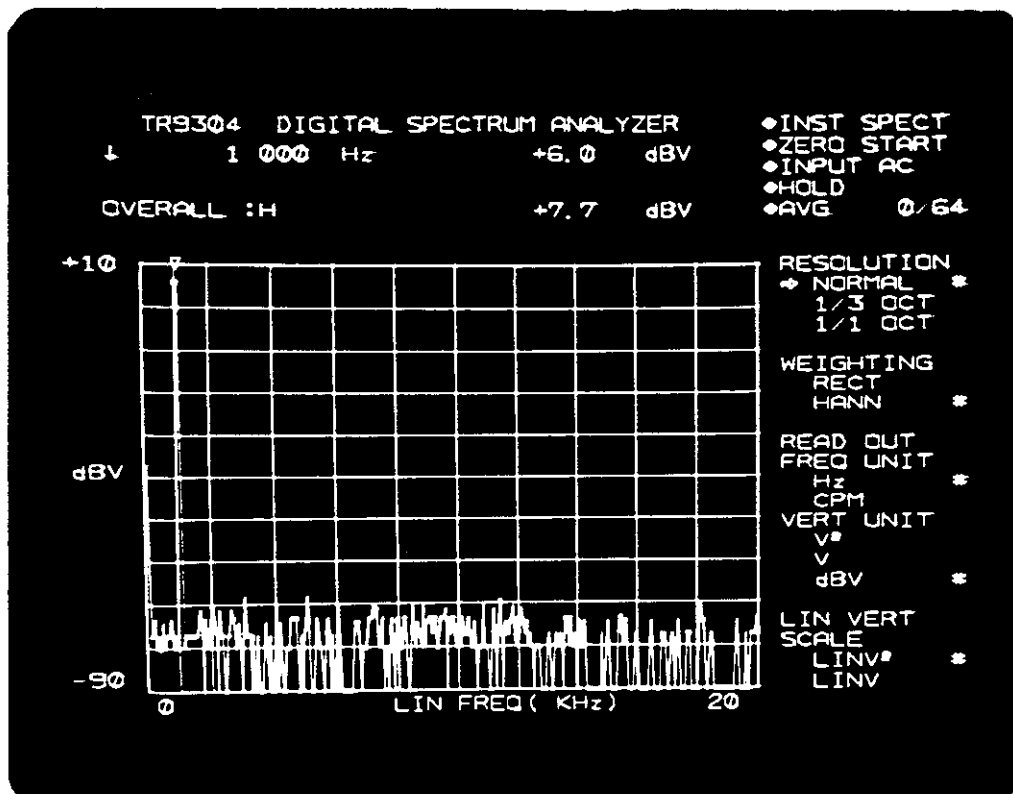

図6-14 騒音計のCAL. 信号
- ① **SETUP** セクションの **RES /WGT** スイッチを押します。
- ② 騒音計のキャリブレーション信号に応じた周波数レンジを設定します。
- ③ **VIEW** セクションの **SPECT** スイッチを押して、スペクトラムを表示させます。〔図6-14〕